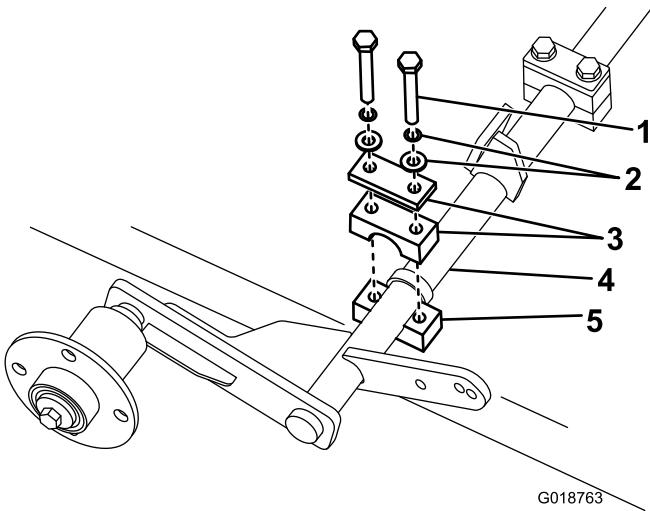

Bild 2
3. Befestigen Sie die obere Hälfte der Klemmen und befestigen Sie sie mit den vorher entfernten Schrauben. Ziehen Sie die Schrauben erst ganz an, wenn der Gashubkolben befestigt ist (Bild 2).